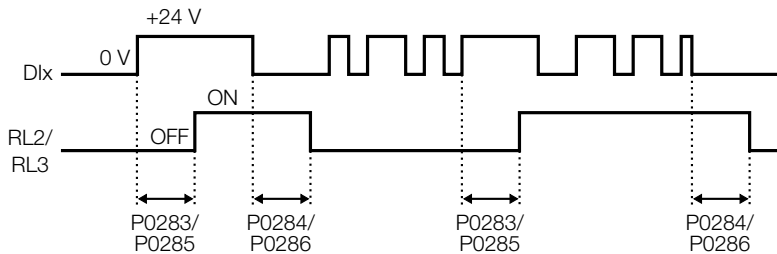

Figura 5.35: Funcionamento da função temporizador RL2 e RL3
- Consulte a Tabela 5.45 na página 5-59, a Figura 5.33 na página 5-57 e a Figura 5.35 na página 5-58 para mais detalhes referentes às funções das entradas digitais.
- A função ‘**Temporizador RL2 e RL3**’, trata-se de um temporizador para ativar e desativar os relés 2 e 3 (RL2 e RL3). Quando programado em alguma DIx a função de temporização dos relés 2 e 3, e for efetuada a transição de 0 V para 24 V, o relé programado será ativado de acordo com o tempo ajustado em P0283 (RL2) ou P0285 (RL3). Quando ocorrer a transição de 24 V para 0 V, o relé programado será desativado de acordo com o tempo ajustado em P0284 (RL2) ou P0286 (RL3). Após a transição da DIx, para ativar ou desativar o relé programado, é necessário que a DIx permaneça em on/off pelo menos o tempo ajustado nos parâmetros P0283/P0285 e P0284/P0286. Caso contrário o temporizador será resetado. Consulte a Figura 5.35 na página 5-58. **Obs.:** Para esta função é necessário programar P0279 e/ou P0280 = 29 (Temporizador).